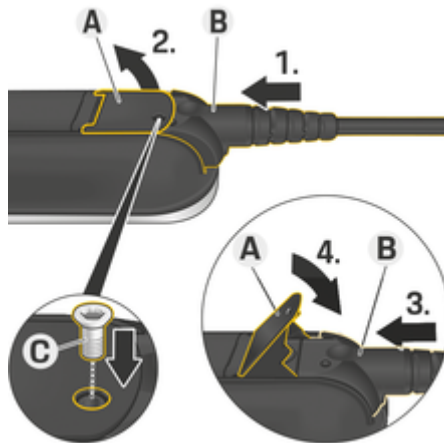

図 6: ケーブルの固定とプラグの接続
- ✓ レバー A (図 6) が閉じています。
- 1. プラグ B (図 6) を抵抗を感じる所までコントロールユニットに挿入します。
- 5. プラグ B をスクリュー C (図 6) でコントロールユニットに固定します。